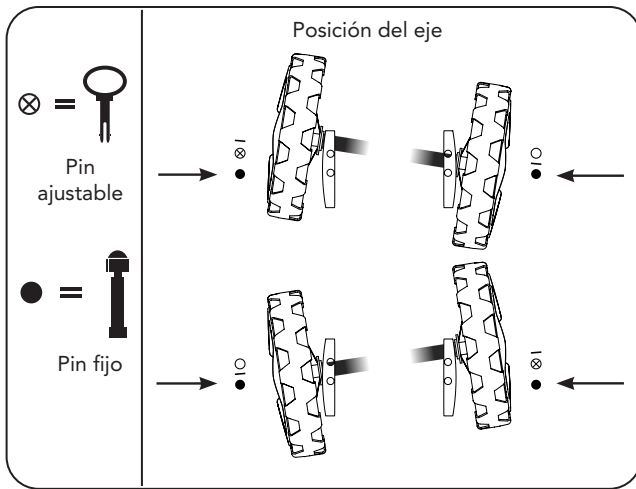

Figura 9. Pines del eje de la rueda alternados
2. Invierta la posición de los pines de la rueda ajustable y fijo (Figura 9).